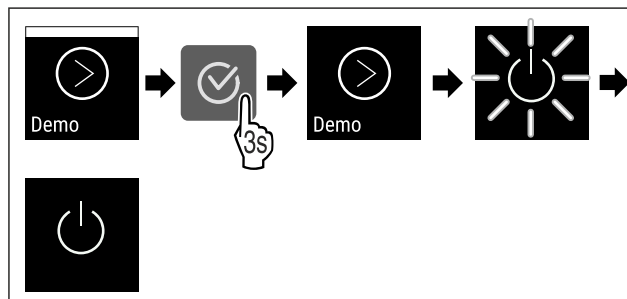

Fig. 91
- ▶ Genomför handlingsstegen (se Fig. 91).